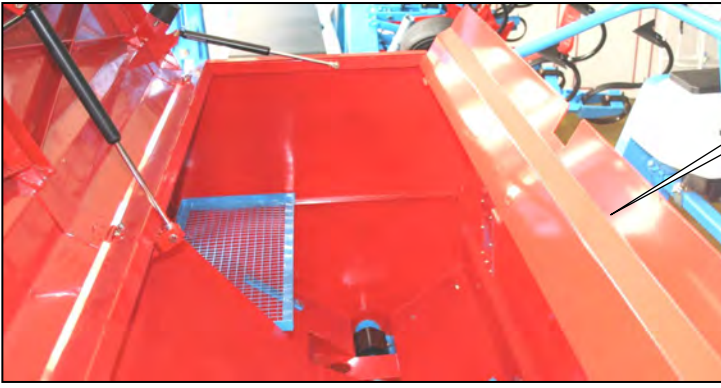
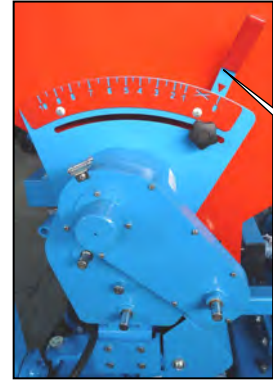
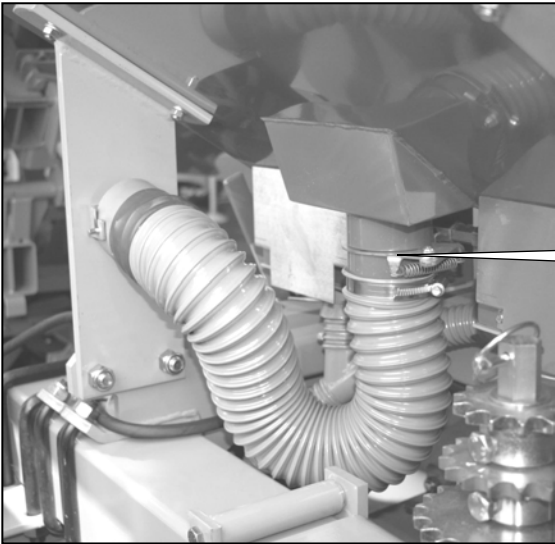

Fig. 1
Fig. 2
Fig. 3
Due botole per ogni cassetta ne consentono lo spurgo (A fig. 2). Esiste un bocchettone di scarico che permette, senza sforzo, di spurgare le tramogge Microsem (A fig. 1).
Cet équipement permet l'apport d'engrais granulés lors du semis. La trémie A de contenance 1020 litres est équipée de six boîtiers de distribution B qui alimentent les enfouisseurs à double disques (fig. 3). L'ouverture sur toute la largeur permet un chargement facile avec des sacs de 500 kg ou en vrac avec un godet. Cette trémie est équipée de fenêtres transparentes qui permettent un contrôle visuel rapide du niveau d'engrais depuis la cabine du tracteur. La passerelle C avec marchepied D (fig. 2) permet un accès sécurisé à la trémie fertiliseur et aux Microsem. Le transport de l'engrais jusqu'aux enfouisseurs se fait par gravité (pneumatiquement sur les rangs n°1, n°2, n°5 et n°6) au travers des tuyaux de descente. L'entraînement des boîtiers est mécanique et le réglage de la dose/ha se fait par un variateur E. Cette transmission est également équipée d'un débrayage qui permet d'arrêter l'apport d'engrais.
This equipment is used to supply granulated fertilizer during sowing. Hopper A, which has a 1020 litre capacity, is equipped with six metering boxes B that supply the double disc furrowers (fig. 3). The opening along the entire width allows easily loading with 500 kg bags or in bulk with a bucket. This hopper has transparent windows for quick visual checking of the fertilizer level from the tractor cab. The footwalk C with step plate D (fig. 2) provides secure access to the fertilizer hoppers and the Microsem units. The fertilizer is conveyed to the furrowers through the effect of gravity (pneumatically for rows 1, 2, 5 and 6) via downpipes. The boxes' drive system is mechanical and the dose/ha is adjusted via a variator E. This transmission is also fitted with a disengaging system to stop the supplying of fertilizer.
Diese Ausrüstung ermöglicht den Zusatz von Düngergranulaten während der Aussaat. Der Saatgutbehälter A mit einem Fassungsvermögen von 1020 Litern ist mit sechs Verteilergehäusen B ausgestattet, welche die Doppelscheiben-Spurlockerer versorgen (Abb. 3). Die Öffnung über die volle Breite ermöglicht ein einfaches Befüllen mit 500 kg Säcken oder als Schüttgut mit einem Eimer. Dieser Saatgutbehälter ist mit transparenten Fenstern ausgestattet, welche eine schnelle Sichtkontrolle des verbleibenden Düngerniveaus aus der Traktorkabine heraus ermöglichen. Die Brücke C mit Trittbrett D (Abb. 2) ermöglicht einen gesicherten Zugang zum Düngerstreuer-Saatgutbehälter und zu den Microsem. Der Düngertransport bis zu den Spurlockerern erfolgt nach Gewicht (pneumatisch über den Reihen Nr 1, Nr 2, Nr 5 und Nr 6) durch die Aussaatschläuche. Der Gehäuseantrieb ist mechanisch und die Dosierungseinstellung/ha erfolgt durch einen Regler E. Diese Übertragung ist ebenfalls mit einer Abschaltvorrichtung ausgestattet, mit der man den Düngerzusatz stoppen kann.
Questo apparecchio permette l'apporto di concimi granulati durante la semina. La tramoggia A con capienza 1020 litri è fornita di 6 cassette di distribuzione B che alimentano gli infossatori a doppio disco (fig. 3). L'apertura su tutta la larghezza consente di caricare facilmente sacchi da 500 kg o merce non imballata con una benna. Questa tramoggia è dotata di finestre trasparenti che consentono un controllo visivo rapido del livello del concime dalla cabina del trattore. La passerella C con pedana D (fig. 2) permette un accesso di sicurezza alla tramoggia fertilizzante e ai Microsem. Il trasporto del concime fino agli infossatori viene effettuato per gravità (in modo pneumatico sulle file n°1, n°2, n°5 e n°6) attraverso i tubi di discesa. La trasmissione delle cassette è meccanica e la regolazione della dose/ha viene effettuata da un variatore E. Questa trasmissione è fornita anch'essa di un blocco che permette di arrestare l'apporto di concime.
- Faire pivoter vers l'arrière la tôle (A fig. 1) qui se trouve dans la trémie de façon à faire entonnoir pour le remplissage.
Deux trappes (B fig. 3 et 4) équipées d'un tuyau permettent la vidange de la trémie.
Pour arrêter temporairement la distribution d'engrais, placer le levier C sur 0 (fig. 2).